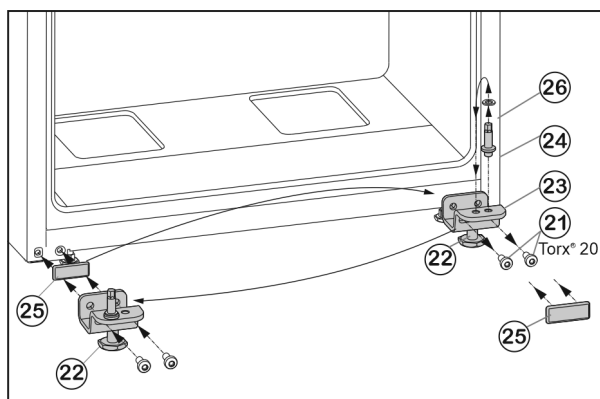

Fig. 7
- ▶ Upevňovací šrouby Fig. 7 (21) odšroubujte.
- ▶ Vyjměte spodní stojan ložiska Fig. 7 (23) i s ložiskovým čepem Fig. 7 (24), podložkou Fig. 7 (26) a seřizovací nožkou Fig. 7 (22).
- ▶ Ložiskový čep Fig. 7 (24) kompletně odšroubujte i s podložkou Fig. 7 (26), přemístěte do protilehlého upínacího otvoru stojanu ložiska a opět přišroubujte.
- ▶ Krycí desku Fig. 7 (25) opatrně sejměte a přemístěte ji na protější stranu.
- ▶ Spodní stojan ložiska Fig. 7 (23) opět kompletně, i s ložiskovým čepem Fig. 7 (24), podložkou Fig. 7 (26) a seřizovací nožkou Fig. 7 (22), případně s pomocí akumulátorového šroubováku **silou (4 Nm)** našroubujte na nové straně závěsu dveří.
- ▶ Spodní dveře nasadte shora na ložiskový čep Fig. 7 (24).
- ▶ Seřizovací nožku Fig. 7 (22) na spodním stojanu ložiska Fig. 7 (23) vytácejte, až dosedne na zem.